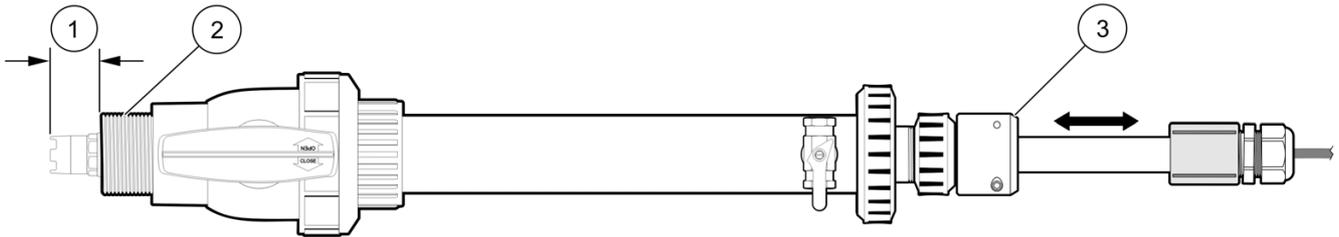

Abbildung 4 Sensoreinsetztiefe
Die Sensoreinsetztiefe ist der Abstand, um den die Salzbrücke des Sensors über den Gewindenippel der Kugelventilbaugruppe hinausragt (siehe Abbildung 4). Die maximale Einsetztiefe beträgt 114 mm. Wenn diese Einsetztiefe für die Anwendung ausreichend ist, kann das folgende Verfahren außer Acht gelassen und die Kugelventilbaugruppe in das nicht unter Druck stehende Prozessrohr/-gefäß eingebaut werden. Zur Verringerung der Einsetztiefe ist das folgende Verfahren auszuführen:
1. Die Schrauben an der Halteklammer lösen und die Haltekappe abschrauben. Siehe Abbildung 4.